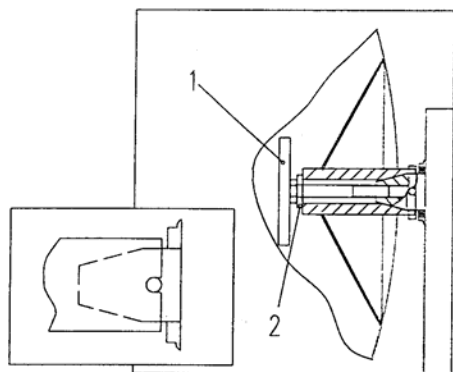

Fig. 2.4
3. Passa in trumman på motoraxeln. Lås fast trumman med brickan och muttern (Fig. 2.4).